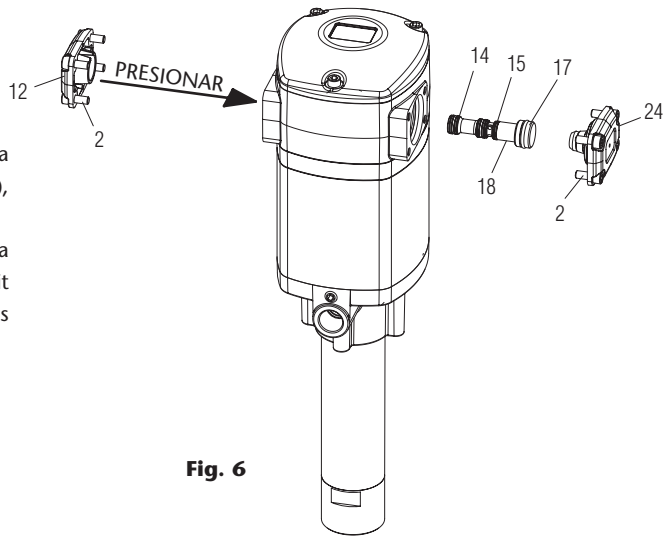

Fig. 6
1. Desenrosque los 4 tornillos (2) de la tapa (24) y retírela.
2. Desenrosque los 4 tornillos (2) de la tapa (12) y retírela.
3. Con ayuda de un útil de plástico, golpeando suavemente la corredera (18) por el lado de su menor diámetro a través del motor (fig. 6), extraer la corredera (18).
4. Sustituya las juntas de corredera 4x14, 15 y 17, o bien sustituya la corredera (18) completa con sus juntas ya instaladas de fábrica (kit 539505). Ésta es la opción recomendada para asegurar que las juntas estén correctamente instaladas.